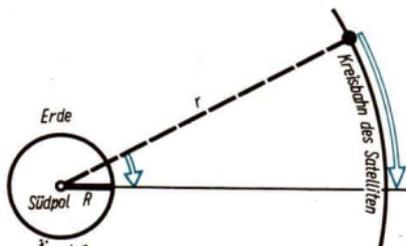

Bild 192/1 zu \*5.
- \*5. Künstliche Satelliten gewinnen auch als Relaisstationen zur Übermittlung von Nachrichten und Fernsehsendungen bei großen Entfernungen an Bedeutung. Ein Nachrichtensatellit, der sich ständig über einem Punkt der Erdoberfläche befindet, hat große Vorteile. Die Bahn eines solchen, für einen Beobachter auf der Erde stillstehenden Satelliten liegt also, daß seine Kreisbewegung genau mit der Erdumdrehung zusammenfällt, das heißt, seine Bahn muß in der Äquatorebene der Erde liegen (Bild 192/1). Seine Umlaufzeit beträgt genau einen Tag.